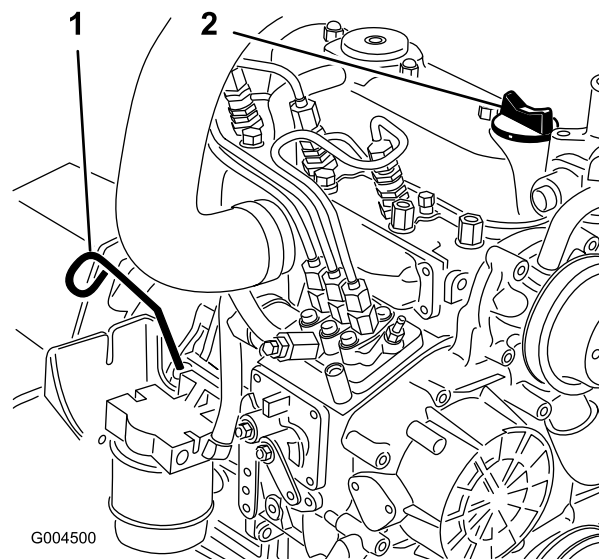

Bild 40
3. Nehmen Sie den Peilstab (Bild 40) heraus und wischen Sie ihn ab. Stecken Sie ihn dann ganz ein. Nehmen Sie den Peilstab heraus und prüfen Sie den Ölstand.
4. Wenn der Ölstand unter der Voll-Markierung liegt, nehmen Sie den Fülldeckel ab (Bild 40) und gießen Sie genug Öl ein, um den Ölstand bis zur Voll-Markierung anzuheben.